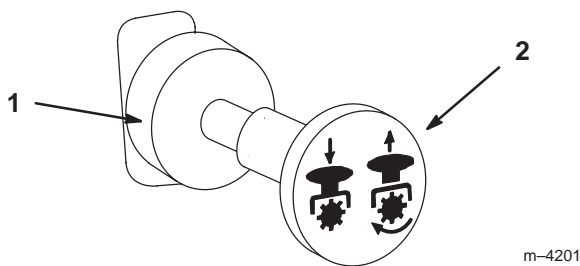

Figure 16
3. Tirez sur la commande de prise de force (PDF) pour l'engager (Fig. 16).
1. Repoussez la commande de PDF en position *désengagée* pour la débrayer (Fig. 16).